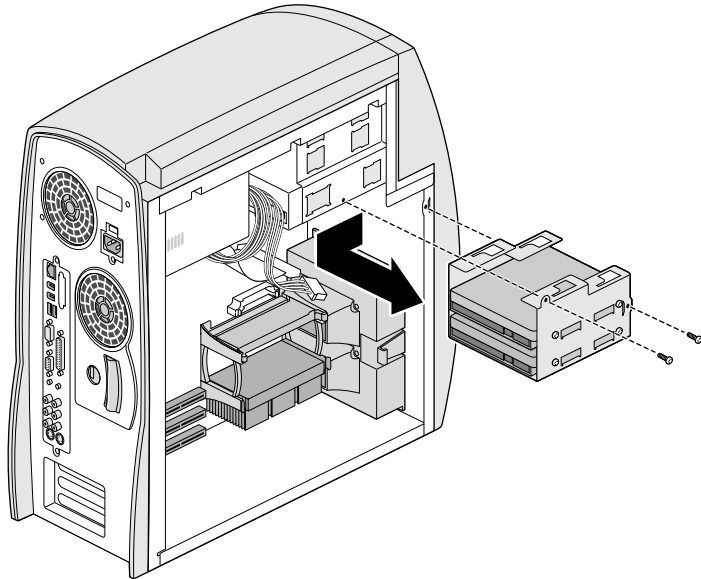

Abbildung 4-16 Ausbauen des Halters einer internen Festplatte
5. Bauen Sie wie in Abbildung 4-16 den Laufwerkshalter aus dem System aus.